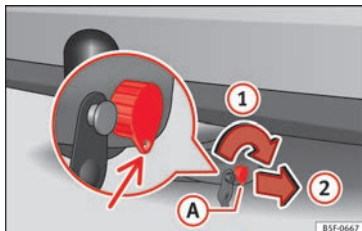
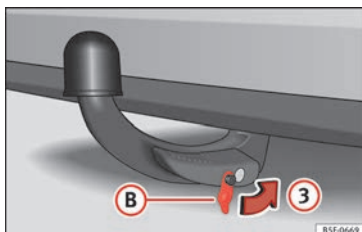

Fig. 227 Bloccare la serratura
Fig. 228 Collocare il coperchio sulla serratura
- Girare la chiave (A) nel senso della freccia ① finché la parte bucata della chiave non raggiunge la sua posizione inferiore » fig. 227.
- Estrarre la chiave nel senso della freccia ②.
- Collocare il coperchio (B) nella serratura nel senso della freccia ③ » fig. 228 » ①.
① ATTENZIONE